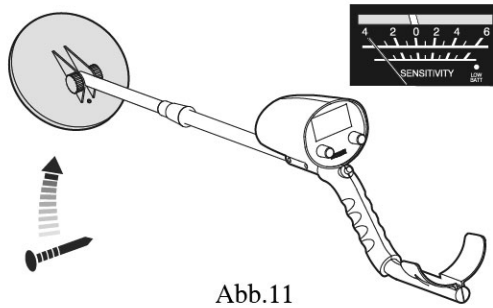

Abb.11
- Wenn sich die Suchspule langsam dem Eisennagel nähert, schlägt der Messzeiger nach links aus und der Ton nimmt an Stärke ab. Je näher sich die Spule dem Eisennagel nähert, desto weiter schlägt der Messzeiger nach links aus und der Ton wird immer leiser, bis er vollständig erlischt. (Abb. 11)